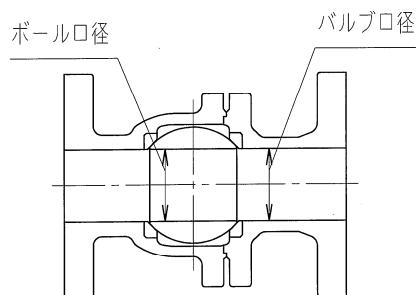

図34
⑧ バルブを手動操作で全開位置にします。手動操作は25頁、26頁の12-③から⑤の手順で行ってください。全開位置における弁体の位置は図34, 35, 36のとおりです。
- ・ 2方弁の全開位置はボール口径が、バルブ口径の中心に位置するように調整してください。(図34)